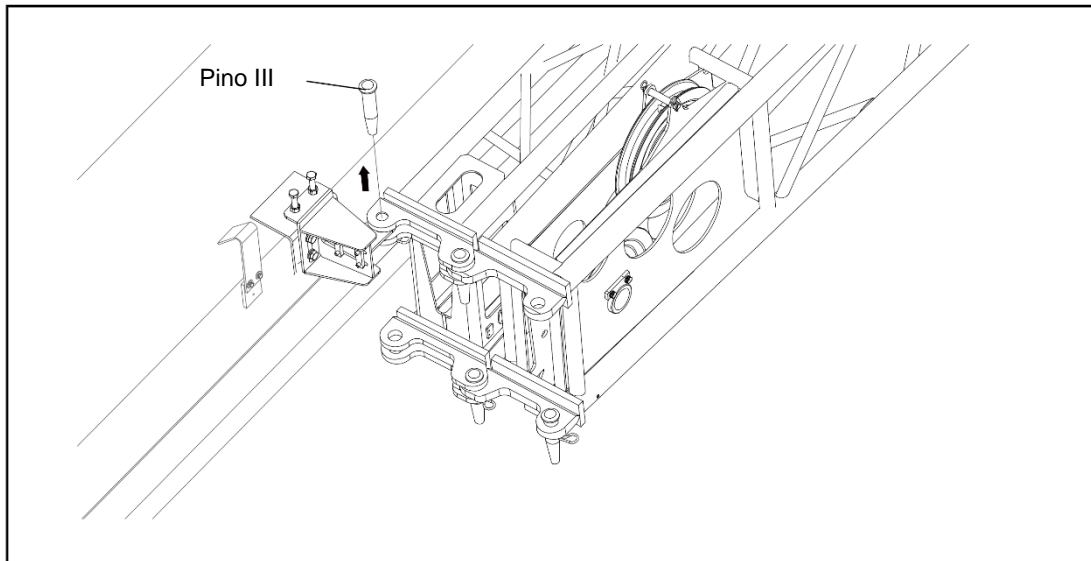

Figura 5-5 Remoção do pino III
- d) Remova o pino III. Consulte a figura 5-5.